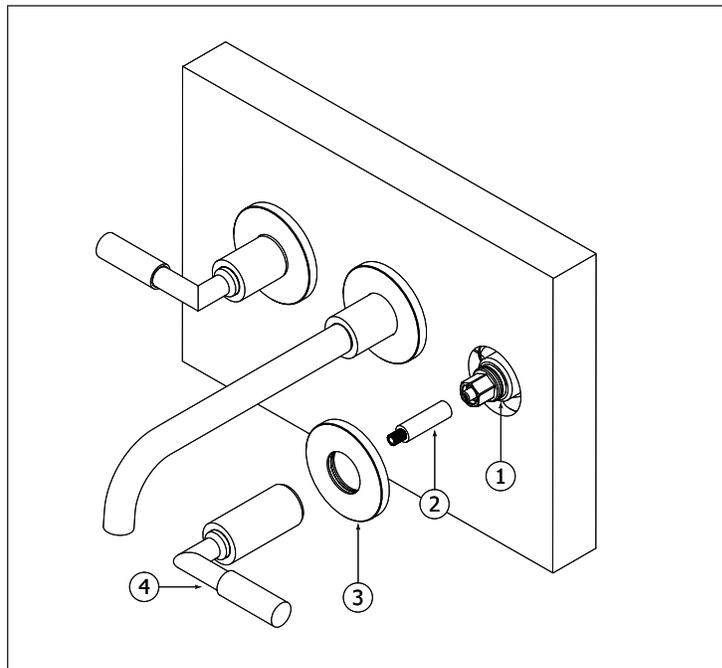

Fig.4
-Loosely position the stem extensions and the handles on the rough fig.4.
-Positionner les extensions de la tige et les poignées sur le rough, sans trop les serrer fig.4.
Position each handle as close as possible to horizontal, but set it up as per fig.4 with :
Placez chaque poignée aussi près que possible de la position souhaitée, mais assurez vous que (Fig.4)